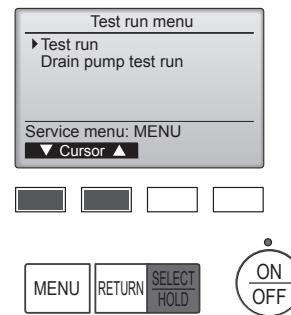

Fig. 7-4
- ④ Sélectionnez "Test run" (Test fonctions) à l'aide du bouton **F1** ou **F2** puis appuyez sur le bouton [SELECT/HOLD]. (Fig. 7-4)